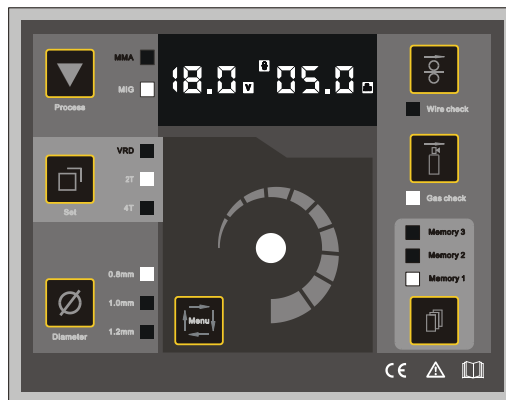

Рисунок 7: Дисплей с функцией проверки газа в режиме MIG
- д) В режиме MIG, нажмите **【Gas check】**, загорается индикатор, функция проверки газа включена. (Рисунок 7). **【Цифровой дисплей】** продолжает мигать до тех пор пока вы не нажмете выключатель горелки или любую другую кнопку на панели. **【Цифровой дисплей】** и **【GAS CHECK】** перестают мигать – функция проверки газа выключается.